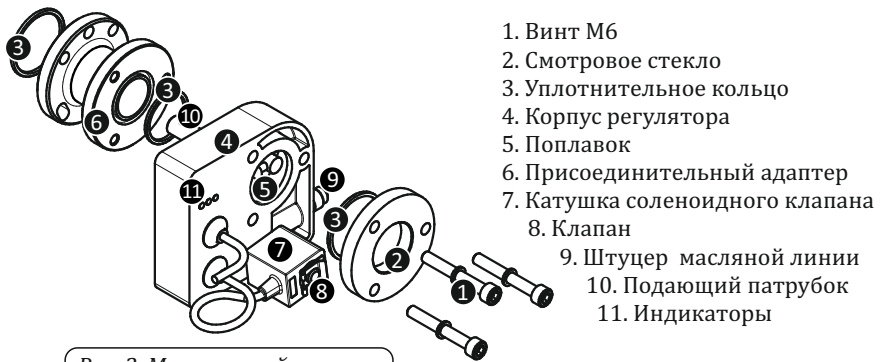

Рис. 2. Монтажный чертёж
- Обязательно удалите пластиковые транспортировочные шайбы с винтов М6. Присоедините регулятор уровня масла FP-ERL4 к компрессору, как показано на рис.2. При необходимости используйте оригинальные болты компрессора. Соблюдайте момент затяжки 5–7 Нм для болтов смотрового стекла.